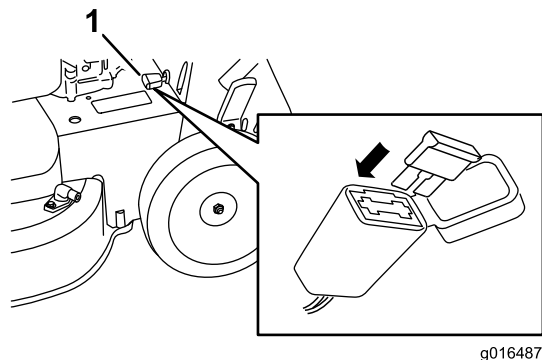

Bild 35
1. Öffnen Sie die abgedichtete Sicherungsfassung und wechseln Sie die Sicherung aus (Bild 35).